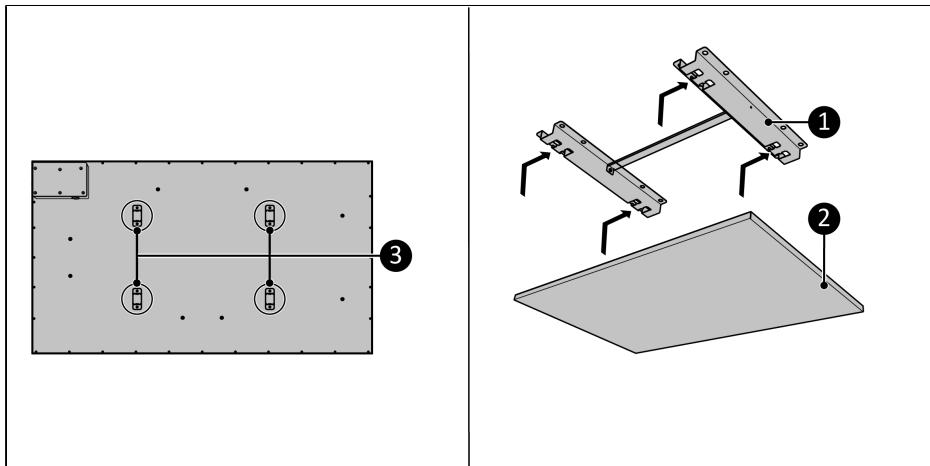

Abbildung 59.
8. Platzieren Sie die Gerätehalterungen (Abbildung 59, Pos. 3) über der Deckenhalterung (Abbildung 59, Pos. 1).
9. Schieben Sie das Gerät (Abbildung 59, Pos. 2) in die Öffnungen der Deckenhalterung (Abbildung 59, Pos. 1).